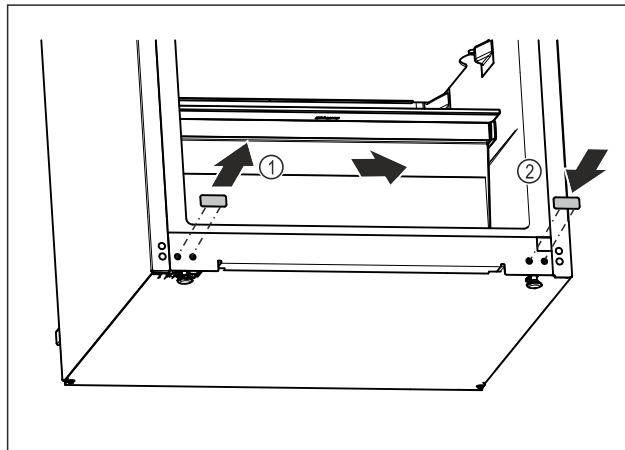

Fig. 21
- ▶ Издърпайте покриващата тапа. Fig. 21 (1)
- ▶ Поставете покриващата тапа от другата страна. Fig. 21 (2)